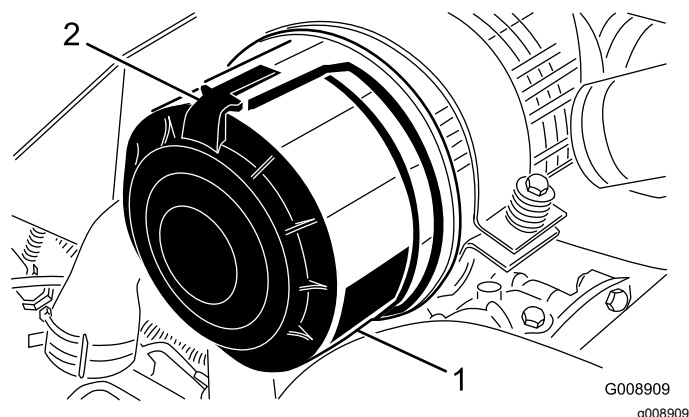

図 79
1. エアクリーナのカバーをボディーに固定しているラッチを外す 図 79。